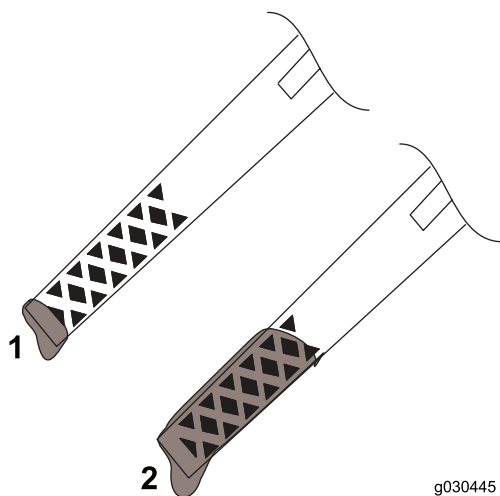

Figura 14
- Dacă nivelul de ulei este sub marcajul Add (Adăugă) de pe joă (Figura 14), adăugați ulei. Consultați Schimbarea uleiului de motor \(Pagină 13\).
- Dacă nivelul de ulei este deasupra marcajului Full (Plin) (Figura 14), scurgeți excesul de ulei până când nivelul de ulei este la marcajul Full (Plin) de pe joă; consultați Schimbarea uleiului de motor \(Pagină 13\).